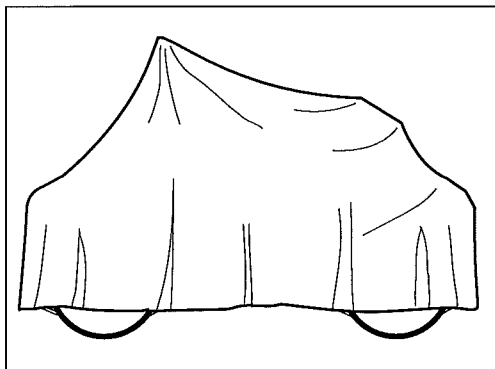

Abb. 41 Walze mit Wetterschutzplane
**ACHTUNG!** Die Plane darf nicht ganz bis zum Boden reichen (siehe Abb. 41). Die Walze möglichst nicht im Freien und am besten in einem Raum abstellen, in dem gleichmäßige Temperaturverhältnisse herrschen.